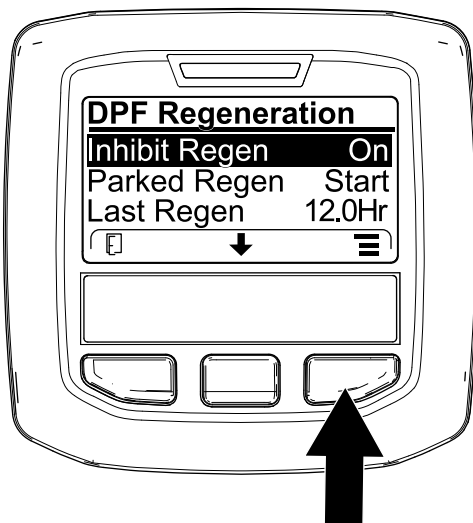
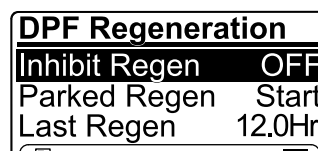

図 47
図 48
1. DPF Regeneration メニューで、中央ボタンを押して再生禁止 INHIBIT REGEN オプションに移動し、右ボタンで中に入る 図 47。
2. 右ボタンを使って、設定をを、ON から OFF 図 47 または OFF から ON に変える 図 48。